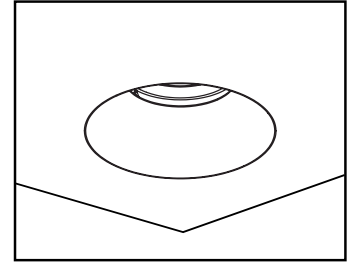

Figure 8
7. Make sure that the fixture does not loosen after installation. (see Fig. 8)
7. Assurez-vous que l'appareil ne se desserre pas après l'installation. (voir Fig. 8)